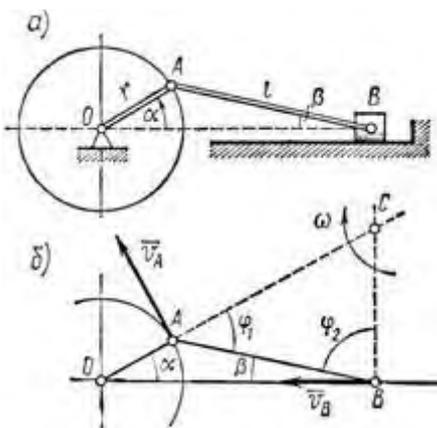

Рисунок 25
4. Кривошип $OA = r = 40$ см кривошипно-шатунного механизма (рис. 25, а) вращается с угловой скоростью $\omega = 25$ рад/с. Длина шатуна, приводящего ползун B в возвратно-поступательное движение вдоль горизонтальных направляющих, равна $AB = l = 100$ см. Определить скорость ползуна B в тот момент, когда кривошип OA образует с горизонталью угол $\alpha = 30^\circ$.